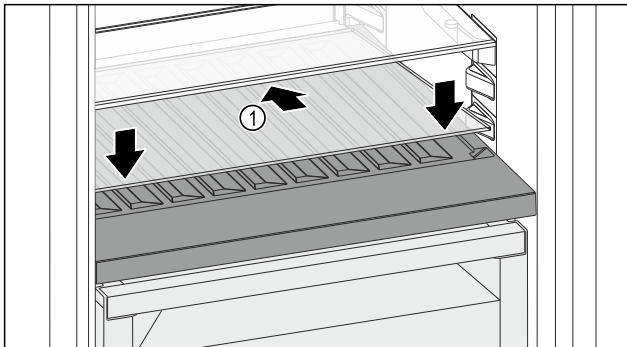

Fig. 153
- Вставте скляну полицю Fig. 153 (1) під кутом, нахиливши назад і донизу.
- Опустіть скляну полицю Fig. 153 (1) вперед.